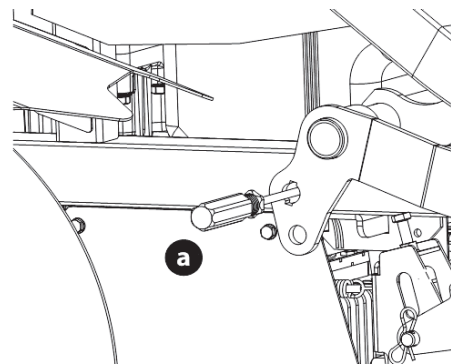

Рис. 30
3. С помощью педали подъема деки и рукоятки подъема деки установите деку в самое нижнее положение, затем закрепите подъемный механизм деки, вставив отвертку (a) через подъемный вращающийся вал и трубу рамы, расположенную справа (рис. 30).